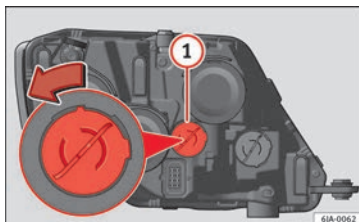

Fig. 94 Cambio de lámpara de la luz diurna.
- Gire el portalámparas » **fig. 94 1** en sentido antihorario y retírelo.